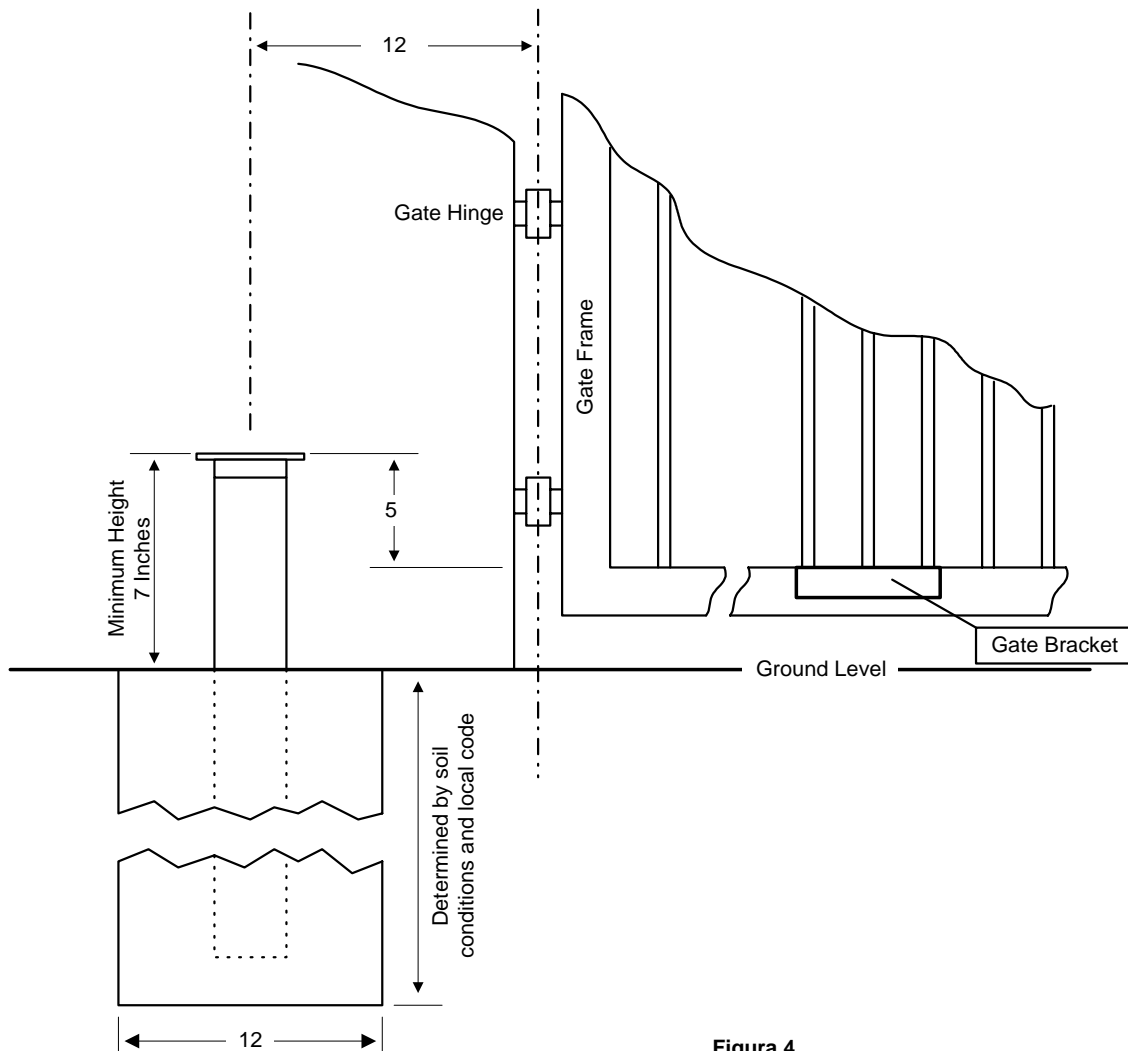
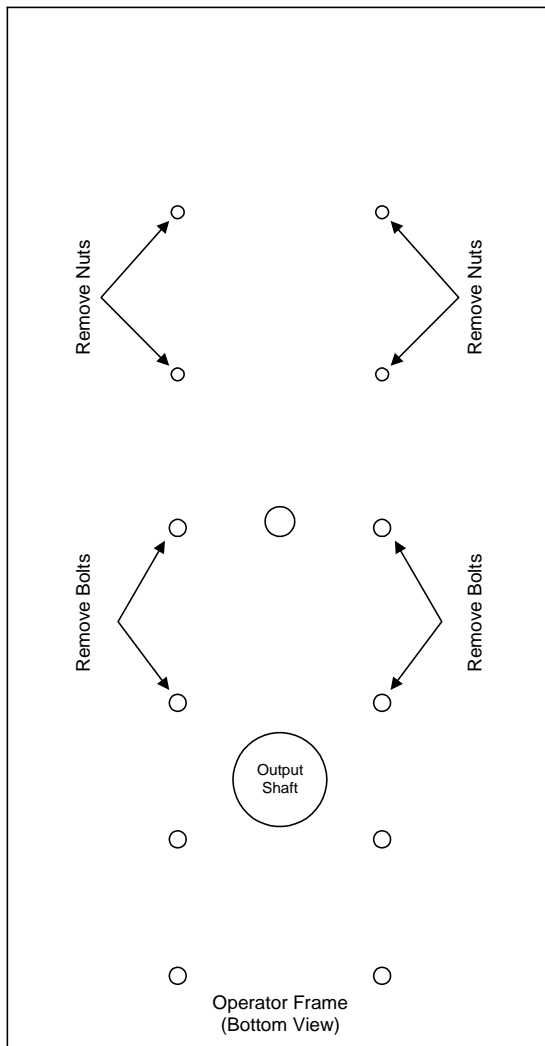

Figura 4
Figura 12
5. Determine la altura del asamblea requerido para su instalación. Refiera al Figura 4.
- Se clasifica el cojín concreto de modo que haya un mínimo de cuatro (4) pulgadas (10.16 cm) de concreto del borde exterior de las pipas del montaje.
- El requisito de la altura es determinado ajustando el ensamblaje del soporte de montaje / de la pipa de modo que la tapa del soporte de montaje sea 5 pulgadas (12.70 cm) sobre la tapa del carril de la portón (Figura 4). Esto permitirá que usted monte el soporte de la portón sobre el carril sobre abajo del portón y mantenga la manivela y los brazos que conectan llano (véase la página 8, Figura 12).
- Se clasifica el cojín concreto de modo que haya un mínimo de cuatro (4) pulgadas (10.16 cm) de concreto alrededor del perímetro del cojín
- Una el soporte del portón a el portón de modo que la tapa del soporte de montaje sea 5 pulgadas (12.70 cm) sobre la tapa del soporte de la portón según lo demostrado en la Figura 7. Esto mantendrá la manivela y los brazos que conectan llano (véase la página 8, Figura 12).
1. Coloque al operador en su lado y quite 4 pernos y 4 tuercas del marco inferior (Figura 12).